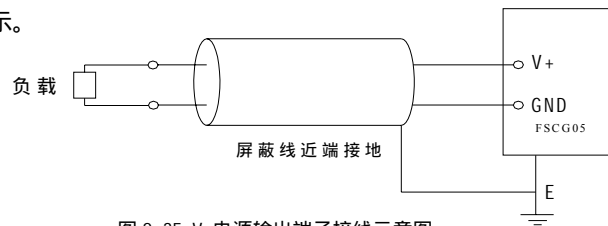

图 2-35 V+电源输出端子接线示意图
2.12.4 V+端子输出+5V/10mA 或+10V/10mA 电源, 其接线示意图如图 2-35 所示。